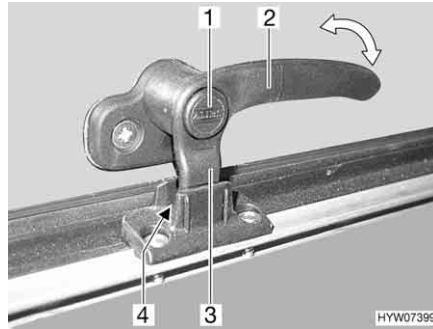
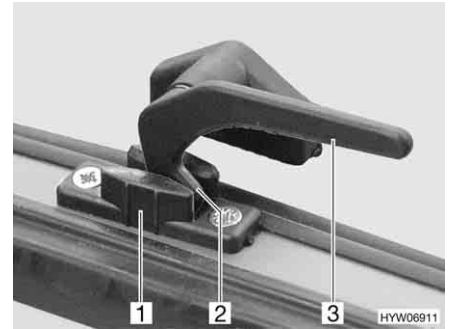

Bild 76 Verriegelungshebel mit Sicherungsknopf in Stellung "Dauerbelüftung"
Bild 77 Verriegelungshebel in Stellung "Dauerbelüftung"
- in Stellung "Dauerbelüftung" (Bild 76 und Bild 77)
- Wenn vorhanden, Sicherungsknopf (Bild 76,1) drücken und gedrückt halten.
- Den Verriegelungshebel (Bild 76,3 oder Bild 77,3) eine viertel Umdrehung zur Fenstermitte hin drehen.
- Den Verriegelungshebel wieder zurückdrehen. Die Verriegelungsnase (Bild 76,3 Bild 77,2) am Verriegelungshebel dabei in die Aussparung der Fensterverriegelung (Bild 76,4 oder Bild 77,1) einfahren.
- Wenn vorhanden, Sicherungsknopf (Bild 76,1) loslassen.